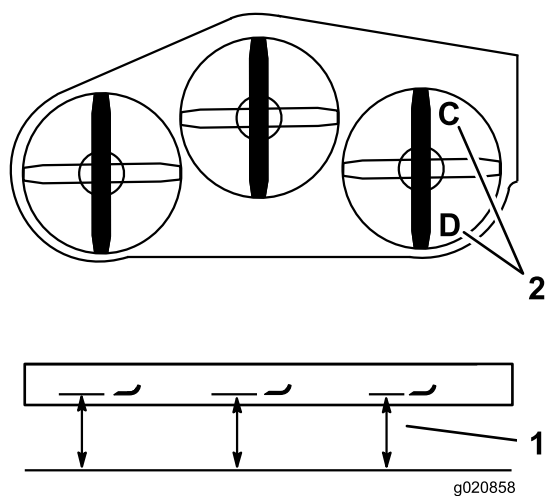

**Рисунок 82**
**Примечание:** Это расстояние должно быть равно 11 мм, как показано на Рисунок 82.
6. Если требуется регулировка, ослабьте верхний болт цепи (Рисунок 82).
7. Ослабьте контргайку и с помощью регулировочного болта установите правильное расстояние, как показано на (Рисунок 82).